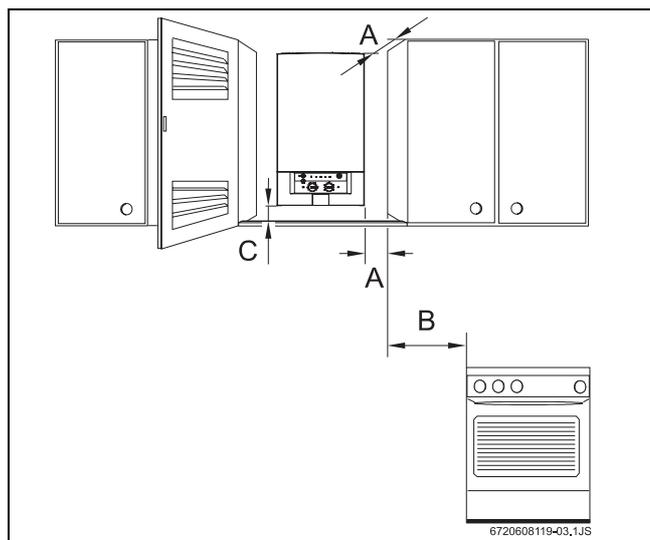

Fig. 7 Distanze minime
- Per facilitare l'accesso all'apparecchio e per ogni tipo di intervento di manutenzione, prevedere una distanza minima secondo le indicazioni riportate nella Fig. 7.